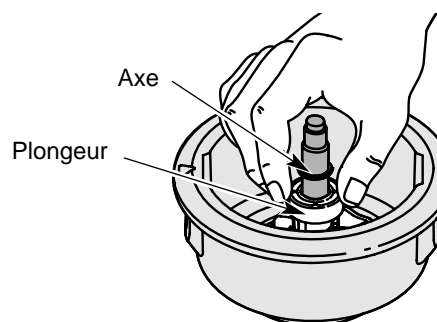

Fig. 51
- Nettoyez l'axe et la surface intŽrieure de la bobine extŽrieure. Pour nettoyer l'axe dissimulŽ sous le plongeur, appuyez sur celui-ci (Fig. 51). Enlevez toute trace de saletŽ et de dŽbris de l'axe.